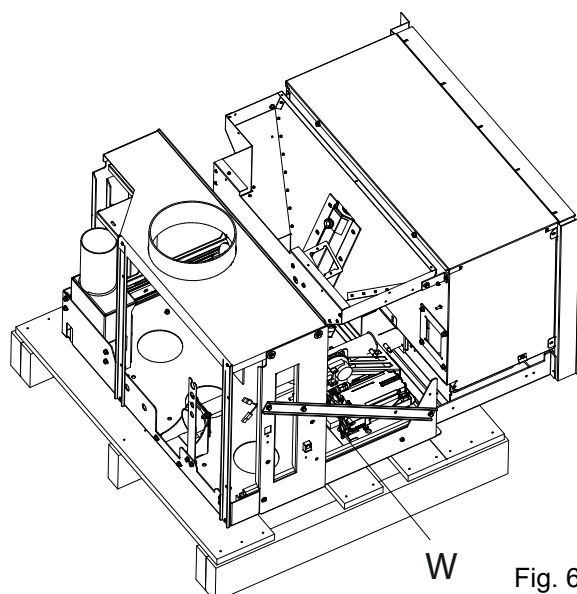

Fig. 6.1.3b
! Cette opération agit sur un microrupteur de sécurité (W) qui désactive l'alimentation électrique. (Fig. 6.1.3b) le câble d'alimentation ne doit pas être branché au secteur.